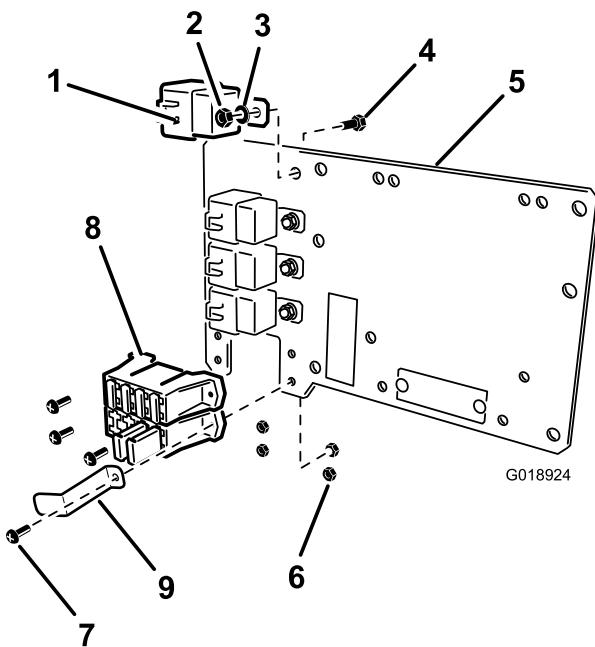

Bild 12
1. Befestigen Sie vier Relais mit vier Schrauben (1/4 x 5/8"), 4 Sicherungsscheiben (1/4 Zoll) und vier Muttern (1/4 Zoll) an der Montageplatte, wie in (Bild 12) dargestellt.